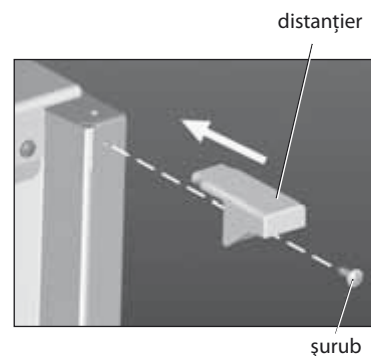

Figura 5
- în conformitate cu Figura 5 instalezi și fixați fiecare distanțier cu șurubul cu ajutorul șurubelniței.